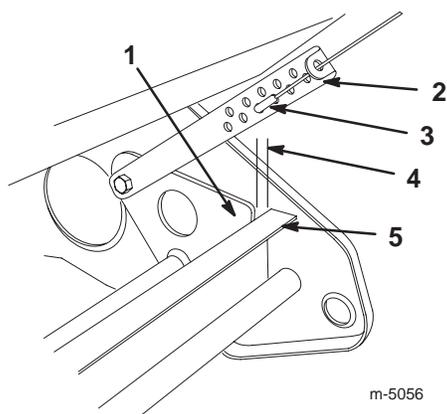

Figure 12
4. Vérifiez que l'écart entre la plaque de pivot et le cadre de roue est compris entre 0 et 3 mm, comme illustré dans la Figure 12.
Décrochez le raccord en Z du dispositif de réglage du câble de pivot (Fig. 12) et accrochez-le dans un trou différent du dispositif de réglage pour obtenir l'écartement correct entre la plaque de pivot et le cadre de roue.